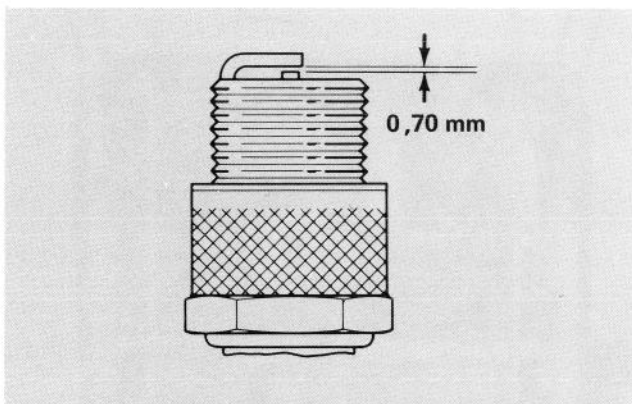

Abb. 37
3. Den Elektrodenabstand der neuen Zündkerze auf 0,70 mm einstellen (Abb. 37). Dann die neue Kerze einschrauben und festziehen (Anzugsdrehmoment 2 mkp).